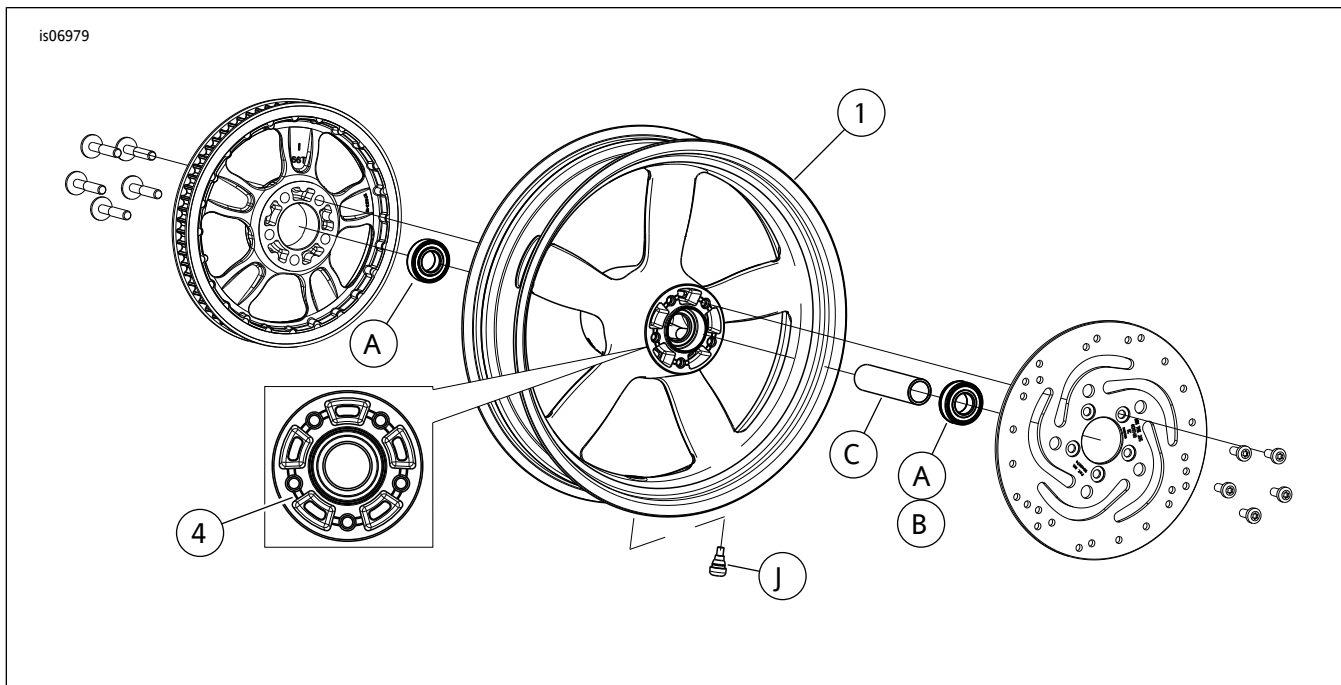

图1。维修零件：Vapor后轮(图示为17英寸车轮)
参见图1和维修零件表。
2. 参见图1。在车轮上安装阀杆组件(J)。参阅维修手册。